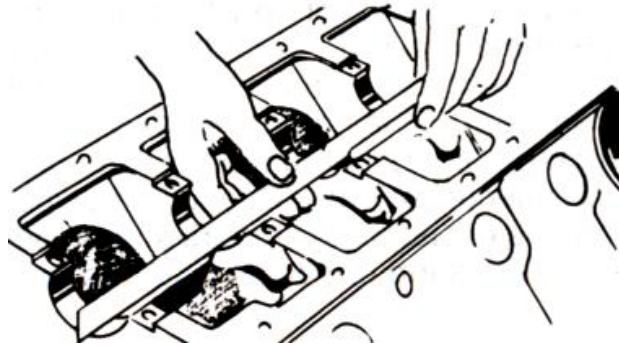

Fig. 3.32 Alineación de los cojinetes del bloque de cilindros
9. Verifique el alineamiento de los cojinetes del bloque de cilindros: Quite los insertos superiores de los cojinetes. Coloque una regla de acero en los asientos de los cojinetes a los largo de la línea de centros del cigüeñal (Ver Fig. 3.32). Si existe holgura entre la regla de acero y la silleta central, debe tornearse el bloque por alineamiento.